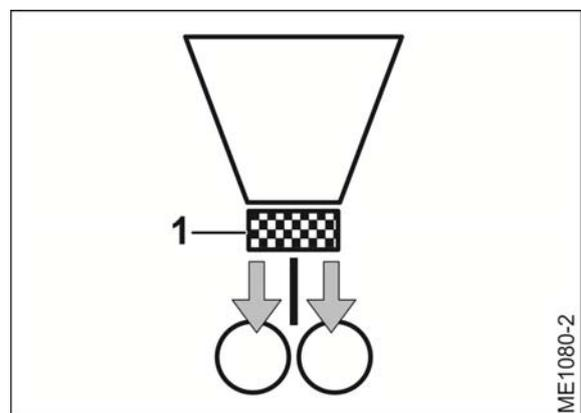

Fig. 92
- versorgt ein Dosierer (Fig. 92/1) beide Verteilerköpfe gleichmäßig mit Saatgut oder Dünger.